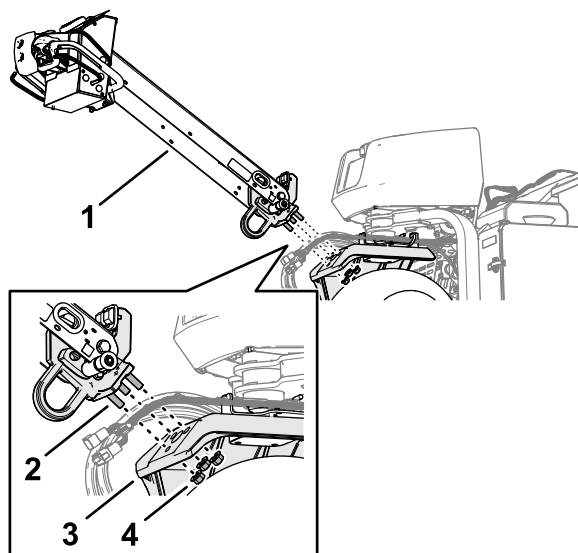

Figura 5
1. Inserte los espárragos del extremo del manillar en los taladros del brazo de dirección (Figura 5).